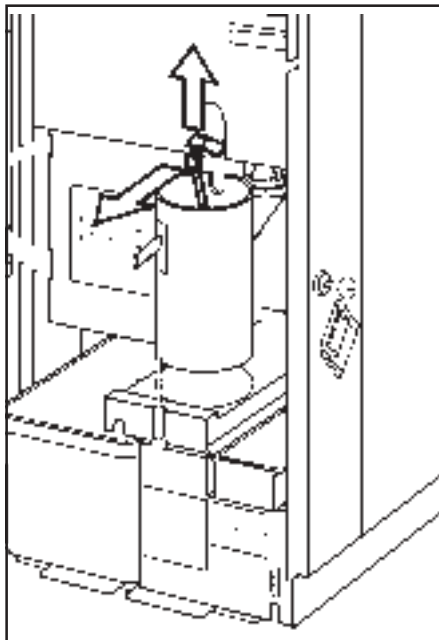

Fig. 11: Demontering av kolven
2. Lossa vinkelanslutningen mellan kolven och kolvstången (se fig. 11).